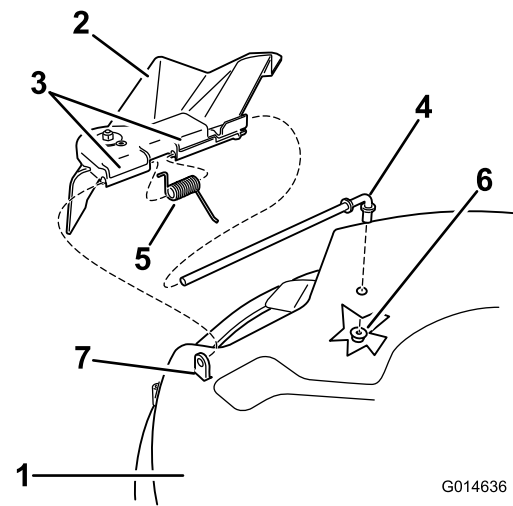
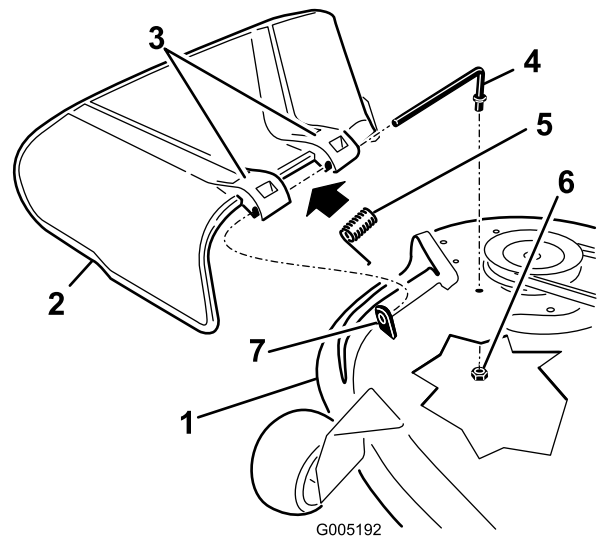

Figura 63
Figura 64
1. Retire la tuerca (3/8") de la varilla debajo del cortacésped (Figura 63 y Figura 64).
2. Retire la varilla del espaciador corto, del muelle y del deflector de hierba (Figura 63 y Figura 64).
4. Vuelva a colocar el deflector de hierba (Figura 63 y Figura 64).
7. Deslice la varilla por el segundo soporte del deflector de hierba (Figura 63 y Figura 64).
9. Sujete el extremo trasero de la varilla al cortacésped con una tuerca (3/8"), según se muestra en Figura 63 y Figura 64.